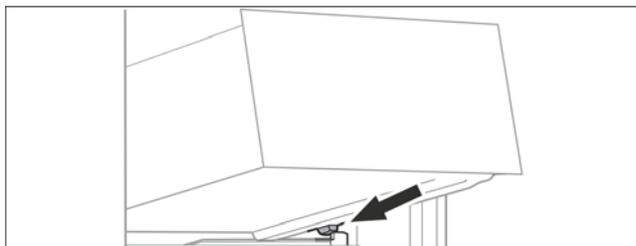

Fig. 15
- ▶ Наклоняя вниз, установите выдвижной ящик за стопоры на контейнерное ребро. (см. Fig. 15)